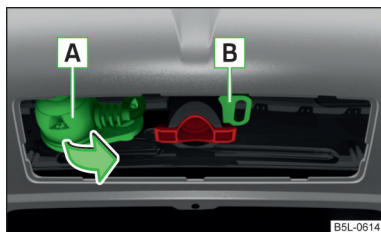

Fig. 152
- Retirez la prise 13 broches **A** en la faisant pivoter dans le sens de la flèche » fig. 152.
- Branchez la prise mâle du câble de la remorque/de l'accessoire dans la prise à 13 pôles **A** » fig. 152. (Si la remorque/l'accessoire dispose d'une prise à 7 pôles, utilisez une pièce de réduction adaptée fournie dans les accessoires d'origine ŠKODA).